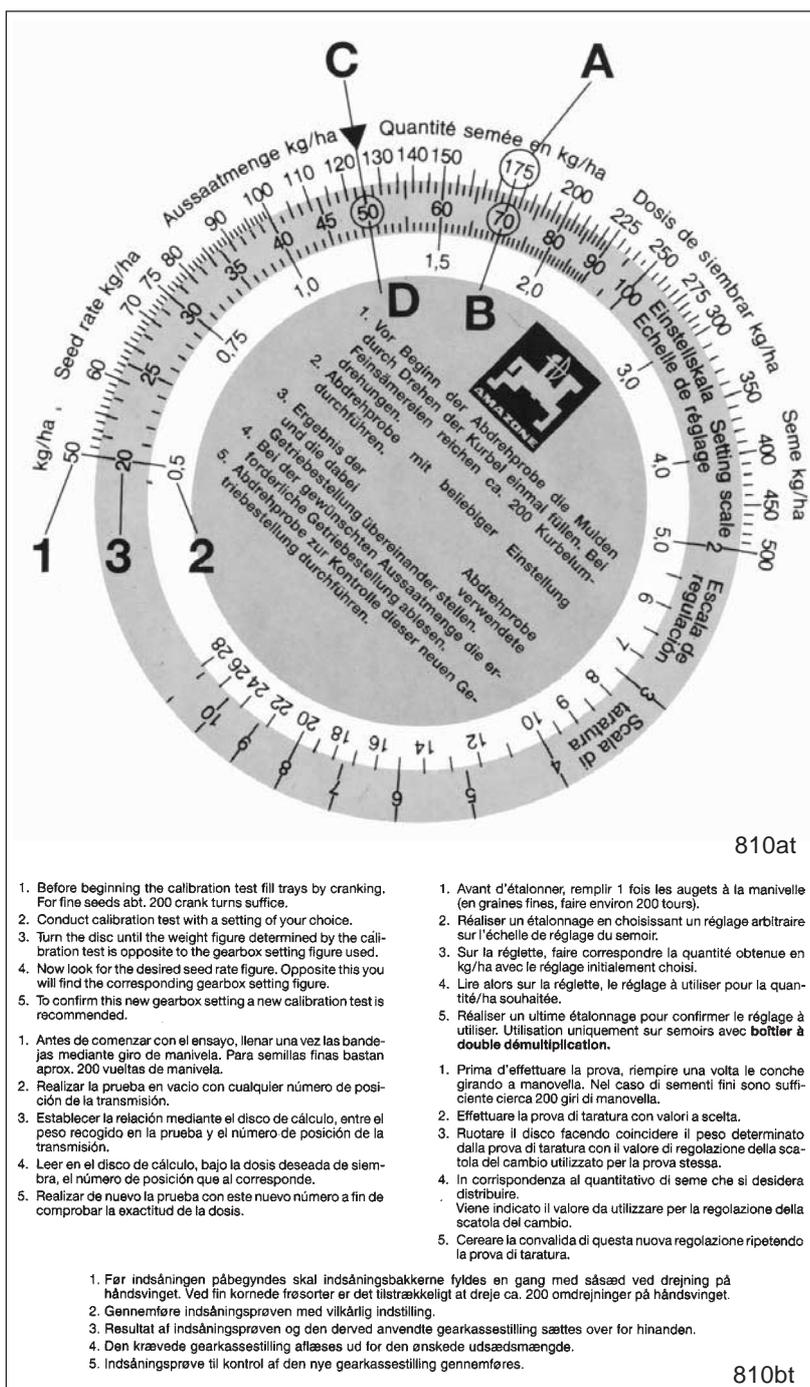

Fig. 16.9
Die Rechenscheibe besteht aus drei Skalen: einer äußeren weißen Skala (Fig. 16.9/1) für alle Aussaatmengen über 30 kg/ha und einer inneren weißen Skala (Fig. 16.9/2) für alle Aussaatmengen unter 30 kg/ha. Auf der mittleren, farbigen Skala (Fig. 16.9/3) sind die Getriebebestellungen von „1 bis 100“ angegeben.
- Die Aussaatmenge 175 kg/ha (Fig. 16.9/A) und die Getriebebestellung „70“ (Fig. 16.9/B) auf der Rechenscheibe übereinander stellen.
- Lesen Sie nun auf der Rechenscheibe die Getriebebestellung für die gewünschte Aussaatmenge von 125 kg/ha ab (Fig. 16.9/C). In unserem Beispiel ist das die Getriebebestellung „50“ (Fig. 16.9/D).